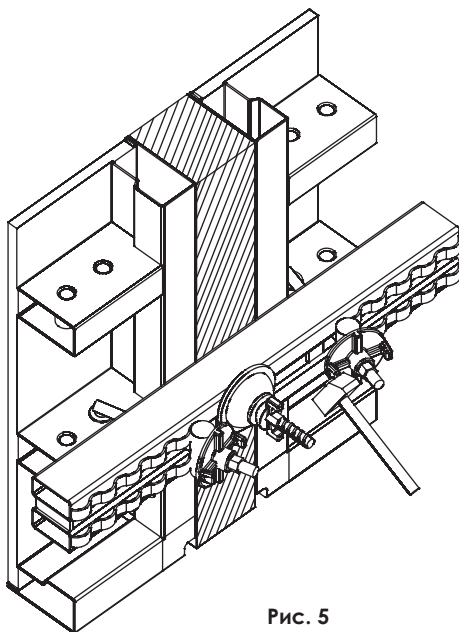

Рис. 5
2. Ударом молотка затянуть гайку (рис. 5).